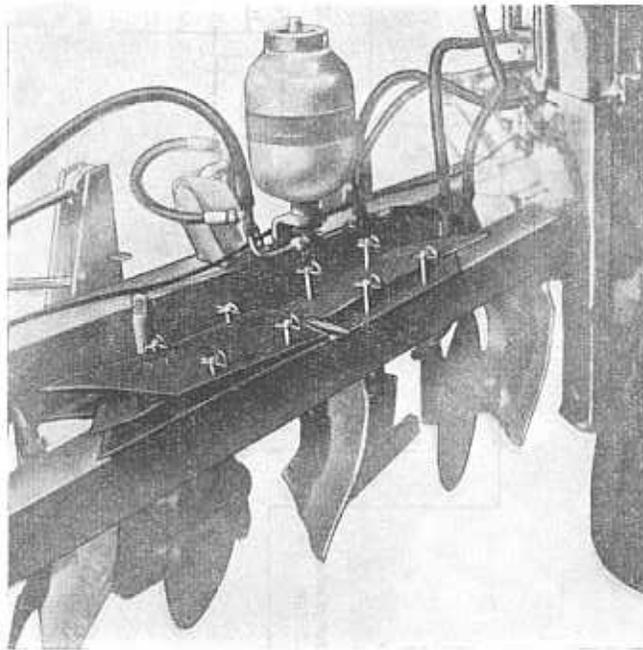

Abb. 27 Scharablage
- Reserveschare sowie verschlissene Schare sind in der dafür vorgesehenen Scharablage zu transportieren (Abb. 27)